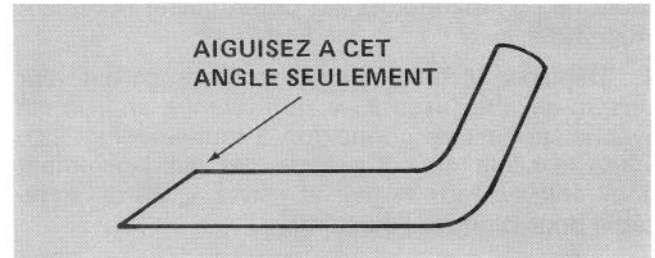

Figure 27
4. A l'aide d'une lime, aiguissez le taillant aux deux extrémités de la lame (Fig. 27).
AVIS IMPORTANT: Aiguissez le côté supérieur de la lame et maintenez l'angle de coupe d'origine pour assurer un taillant bien tranchant (Fig. 27). La lame restera équilibrée si vous enlevez la même quantité de métal aux deux extrémités de la lame.